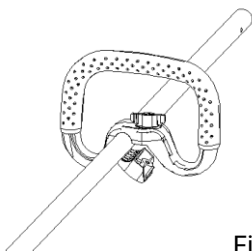

Fig. 2
1. Poussez la poignée ronde sur l'arbre, rapprochez les parties supérieure et inférieure, serrez la poignée en tournant le bouton de la poignée ronde dans le sens des aiguilles d'une montre (Fig. 2 et 3).